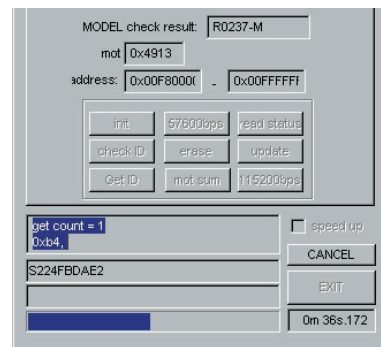

Fig. 3
7. Click [E.P.] to start writing. (Fig. 3)
8. When writing is completed, "Program Finished!" is displayed. (Fig. 3)
Click [OK]. (Fig. 3)
9. Click [EXIT] to end "DSP_FLASHER_v3.0_M16 C80.exe". (Fig. 3)
7. [E.P.]をクリックし、書き込みを開始します。(Fig. 3)
8. 書き込み完了後、“Program Finished!”が表示されます。(Fig. 3)
[OK]をクリックします。(Fig. 3)
9. [EXIT]をクリックし、“DSP_FLASHER_v3.0_M16C80.exe”を終了します。(Fig. 3)